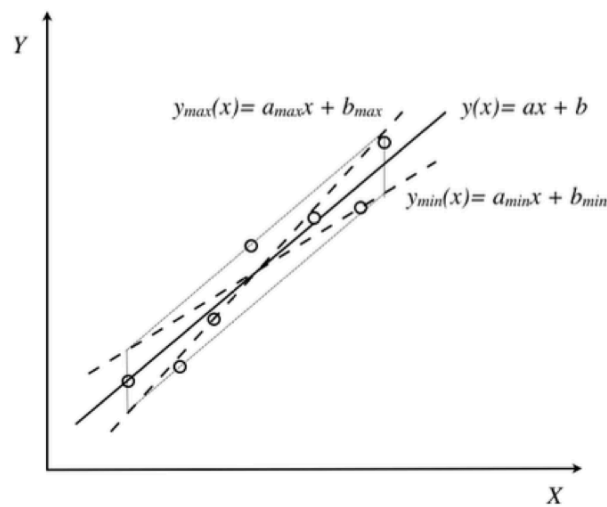

Figura 14: Os círculos representam os pontos experimentais e a linha cheia é o melhor ajuste linear a esses dados.
Se medimos duas variáveis, X e Y , cuja relação sabemos que é linear, podemos encontrar uma relação analítica que melhor ajuste nossos dados. No Capítulo 4 da parte Conceitos Básicos na apostila discutimos como isto é feito analiticamente mediante o método de mínimos quadrados, mas aqui estudaremos como fazê-lo a partir do gráfico de Y em função de X , o que chamamos de método gráfico. Na figura seguinte podemos observar a distribuição dos dados, círculos abertos, que queremos ajustar. Neste caso, para simplificar, vamos considerar que a incerteza associada a cada medida é do tamanho do ponto. Para ajustar graficamente os pontos por uma reta que melhor representa a variação de Y em função de X devemos traçar uma reta de forma tal que os pontos que se situem “acima” da reta se vejam compensados pelos pontos que se situem “abaixo” da mesma, como na linha cheia mostrada na Figura 14³. Desta forma podemos determinar o coeficiente angular (a) e linear (b) para a
equação da reta $y = ax + b$. Mas mesmo no caso gráfico é preciso dar as incertezas associadas à determinação de a e b . Para isto, vamos traçar duas linhas paralelas à melhor reta (R) que ajusta os nossos dados encontrados, uma passando pelo ponto mais afastado “acima” da reta R e outra pelo ponto mais afastado “abaixo” da reta R . Caso exista um outro ponto excepcionalmente afastado da reta média poderá não ser considerado pois a probabilidade de corresponder a uma medida incorreta é grande. Obtendo a interseção destas retas por duas retas paralelas ao eixo- y que contêm o primeiro e último ponto experimental representado temos um “paralelogramo de incerteza” como é mostrado na Figura 14 (paralelogramo pontilhado). A partir deste, desenhemos as duas retas diagonais achando o que chamaremos a reta de máxima $y_{\max} = a_{\max}x + b_{\max}$ e a de mínima $y_{\min} = a_{\min}x + b_{\min}$ (ver Figura 14).